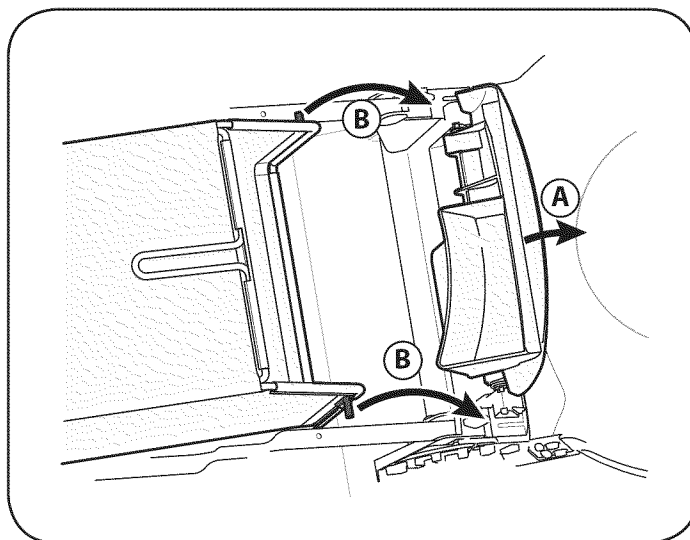

Figura 8
- B. Lugar de colección de césped en las ranuras en el mango entre corchetes como se muestra en la figura 8. Suelte la puerta de descarga de modo que descance sobre el colector de césped.